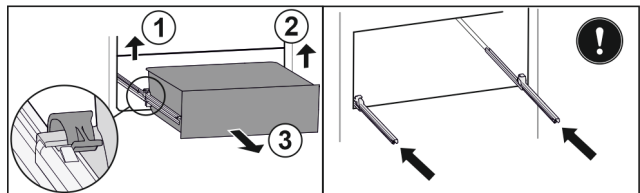

Fig. 214
- ▶ Nosta vasenta pidikettä ja vedä samalla vetolaatikkoa vasemmalta eteenpäin. Fig. 214 (1)
- ▶ Nosta oikeanpuolista pidikettä ja vedä samalla vetolaatikkoa oikealta eteenpäin. Fig. 214 (2)
- ▶ Poista vetolaatikko vetämällä sitä eteenpäin. Fig. 214 (3)